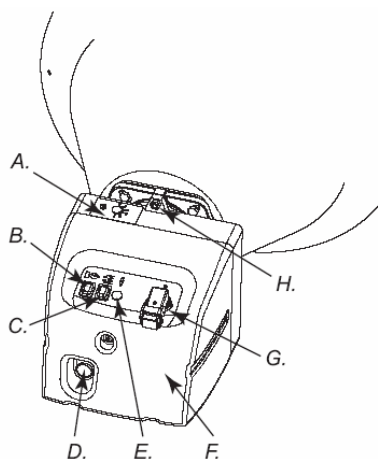
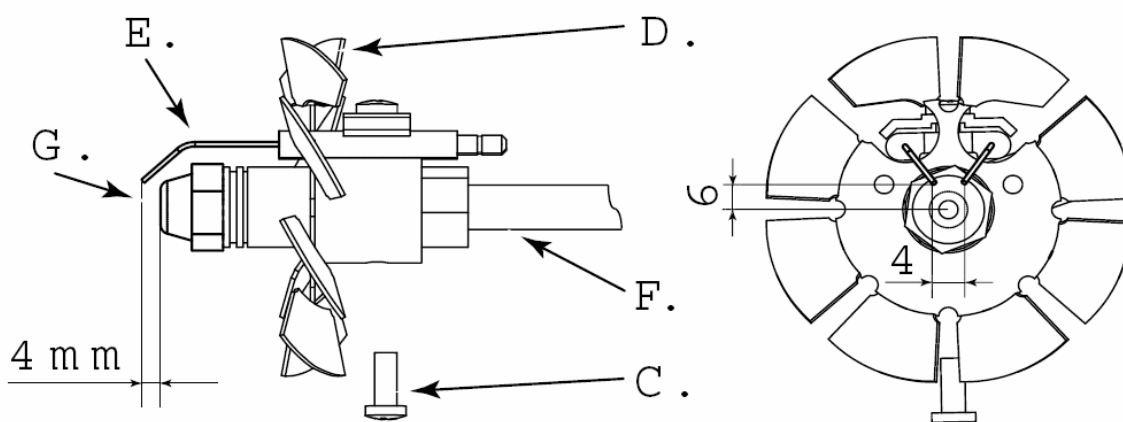

Рис. 3
Рис. 12
- Извлеките горелку из камеры сгорания (Рис. 3)
- Демонтируйте трубку (B).
- Очистите воздухонаправляющий диск (D Рис. 12) и электроды (E Рис. 12).
- Отвинтите сопло (G Рис. 12) от держателя сопла (F Рис. 12), очистите его и, если необходимо, замените его.
- Установите обратно узел диска и электродов воспламенения, установив электроды на правильном расстоянии, как показано на втором рисунке (Рис. 12)